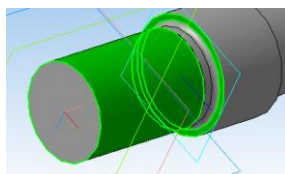

Рис. 24
11.3 Щелчком мыши выбрать цилиндрическую поверхность, на которой будет располагаться шпоночный паз, затем торец большего цилиндра (см. рис. 24).